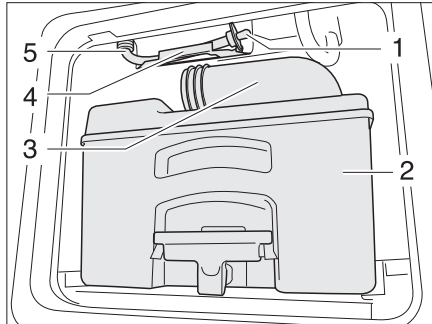

Bild 268 Ablaufschlauch Wassertank Toilette
- Kassette (Bild 268,2) an einer dafür zugelassenen Entsorgungsstelle entleeren und reinigen.
- Den Entleerungsstutzen (Bild 268,3) offen lassen.
- Ablaufschlauch (Bild 268,5) aus der Halterung (Bild 268,4) nehmen.
- Den Ablaufstößel (Bild 268,1) entfernen und Restwasser ausfließen lassen.